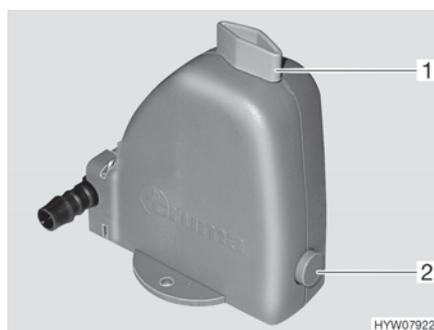

Fig. 124 Valve de sécurité et de vidange
Le chauffage est équipé d'une valve de sécurité et de vidange (Fig. 124). La valve de sécurité et de vidange évite que l'eau destinée à la préparation d'eau chaude ne gèle lorsqu'en cas de gèle, le chauffage n'est pas en marche.
- Fermer la valve de sécurité et de vidange. Tourner pour cela le bouton rotatif (Fig. 124,1) dans le sens transversal par rapport à la valve de sécurité et de vidange et enfoncer le bouton-poussoir (Fig. 124,2).
- Ouvrir la valve de sécurité et de vidange. Tourner le bouton rotatif (Fig. 124,1) dans le sens longitudinal par rapport à la valve de sécurité et de vidange. Le bouton-poussoir (Fig. 124,2) ressort. Le récipient d'eau sanitaire est vidé via la valve de sécurité et de vidange.